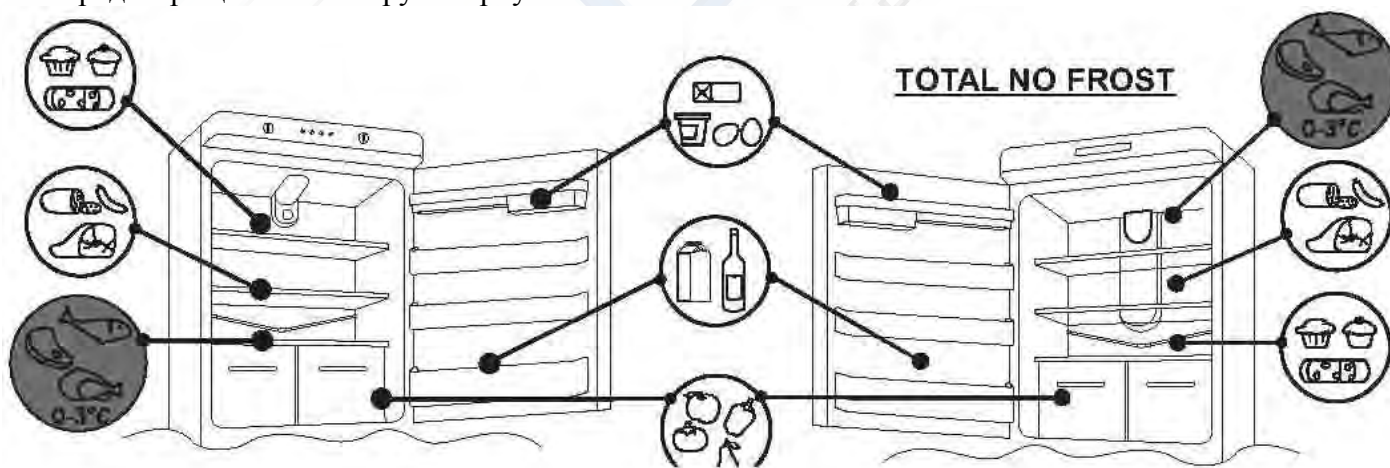

Рис.8
- Для сохранения аромата, питательных свойств, и свежести продуктов рекомендуется хранить их в отделениях холодильника, как показано на представленном ниже рис. 8, завернув продукты в алюминиевую фольгу или в пластиковую пленку, или рекомендуется хранить продукты в закрытых контейнерах для того, чтобы они не приобретали запах хранящейся рядом пищи.